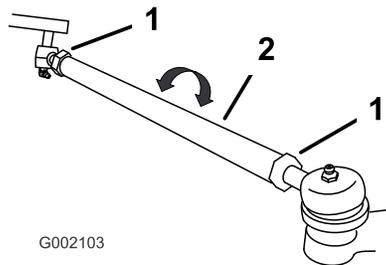

Figure 43
3. Si la valeur obtenue n'est pas comprise dans la plage spécifiée (reportez-vous aux dimensions et aux paramètres mentionnés au début de cette procédure), desserrez les contre-écrous à chaque extrémité des biellettes (Figure 43).